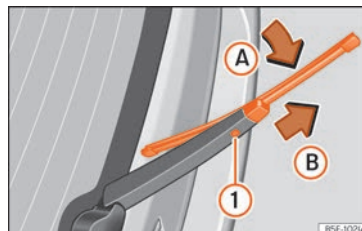

Fig. 52 Cambio de la escobilla de la luneta trasera.
- Rote la escobilla ligeramente » » » **fig. 52** (flecha **A**).
- Mantenga presionada la tecla de desbloqueo ❶ tirando de la escobilla en el sentido de la flecha **B**.
- Inserte en el brazo limpiacristal una escobilla nueva **de la misma longitud y tipo**, en sentido contrario a la flecha **B** hasta que encastre la tecla ❶.